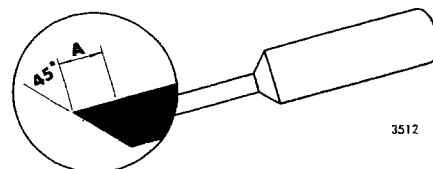

Fig 03–18. Dorn
4. Stuka godset runt varje ventil på fyra ställen med en dorn enligt fig 03–18.